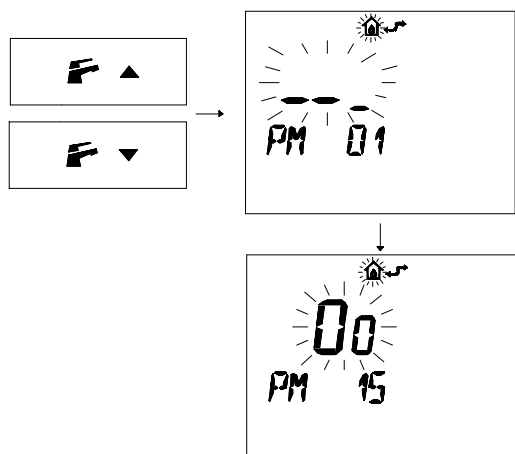

Figura 5.27
- Premere i pulsanti o per visualizzare la programmazione "PM15" abilitazione della sonda esterna (Figura 5.27)